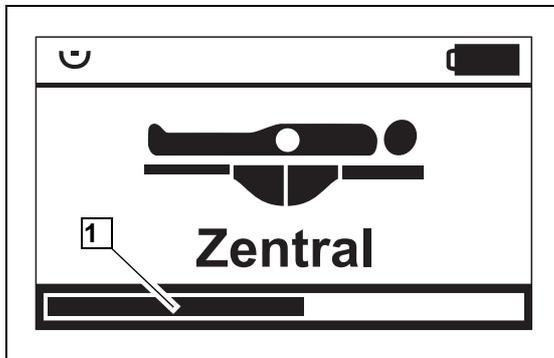
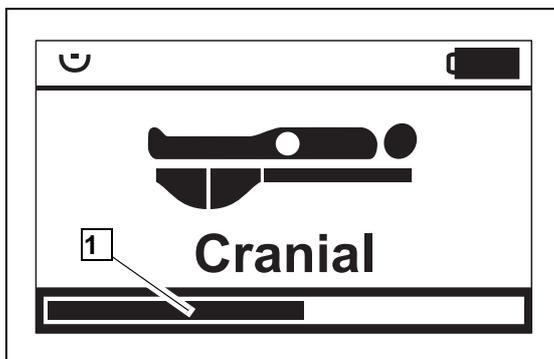
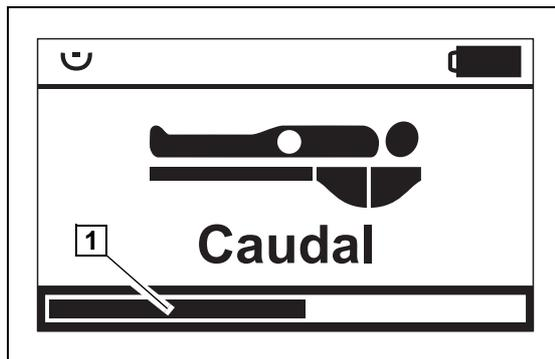

Fig. 63 : Position CENTRALE
Fig. 64 : Position CRANIALE
Fig. 65 : Position CAUDALE
- Position CENTRALE (2)
(La diode d'état Position CENTRALE (3) s'allume et s'affiche sur l'écran (►► Fig. 63))
- Position CRANIALE (4)
(La diode d'état Position CRANIALE (5) s'allume et s'affiche sur l'écran (►► Fig. 64))
- Position CAUDALE (6)
(La diode d'état Position CAUDALE (7) s'allume et s'affiche sur l'écran (►► Fig. 65))